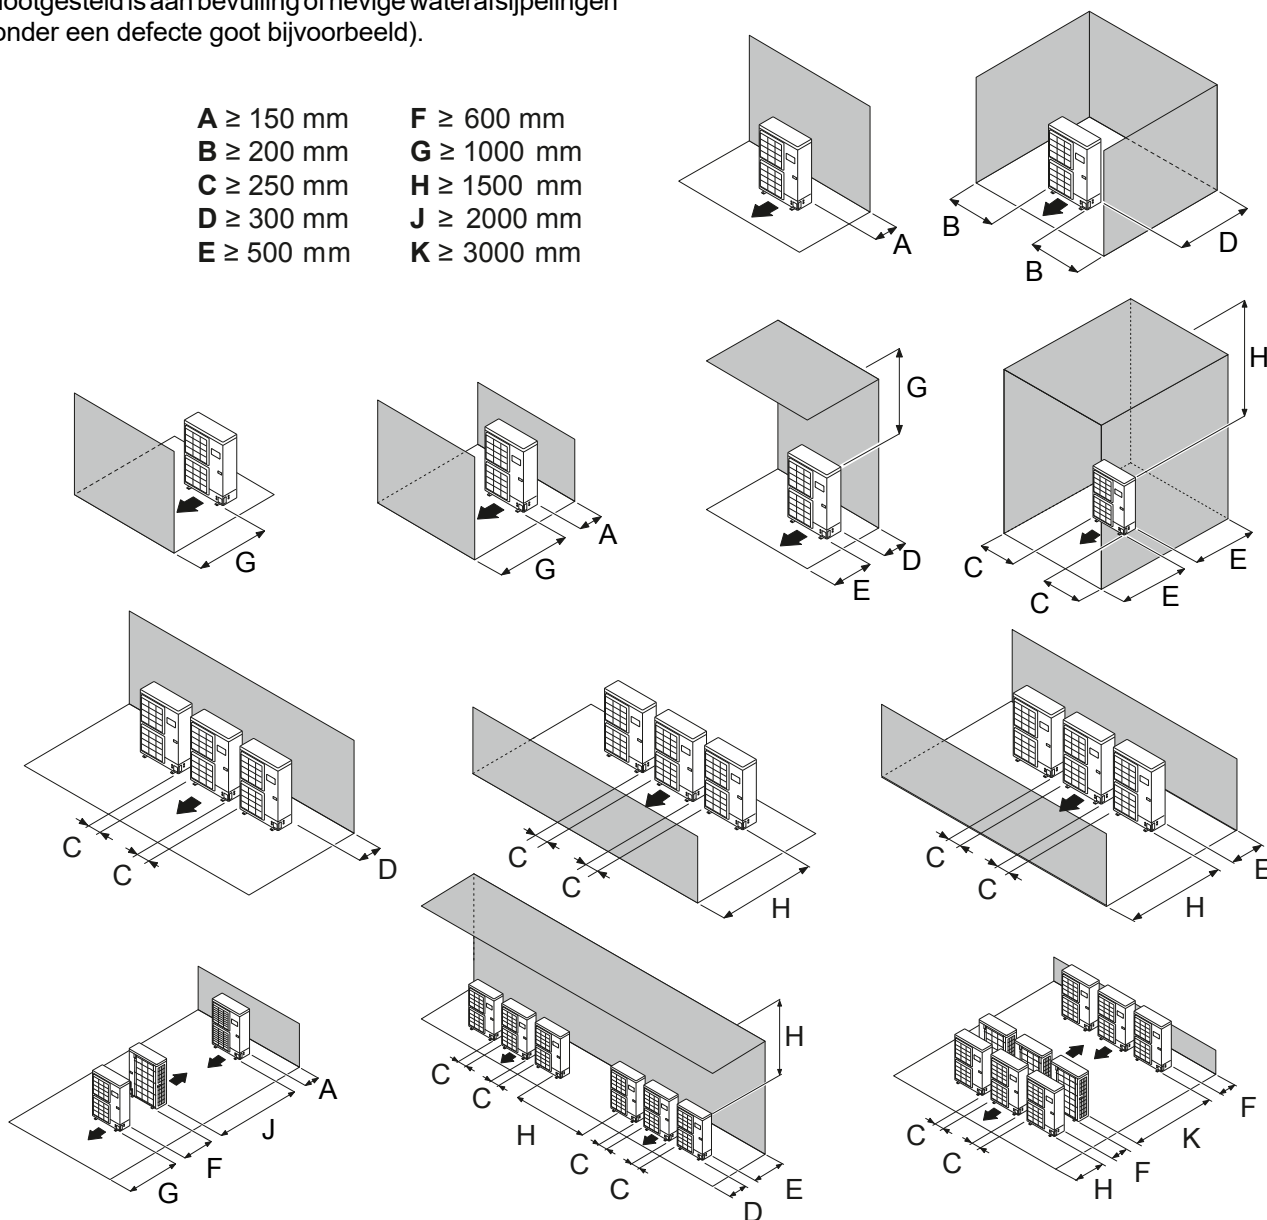

fig. 13 - Minimale installatieruimte rond de buitenunit (alle modellen)
- De luchtcirculatie door de verdamper en aan de uitgang van de ventilator mag niet belemmerd worden door hindernissen (*fig. 13*).